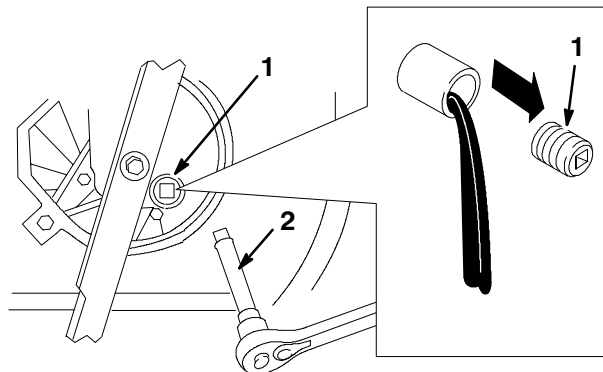

Figure 12
5. Retirer le bouchon de vidange d'huile, redescendre la tondeuse en position d'utilisation, et laisser l'huile s'écouler dans le bac de vidange (Fig. 12).